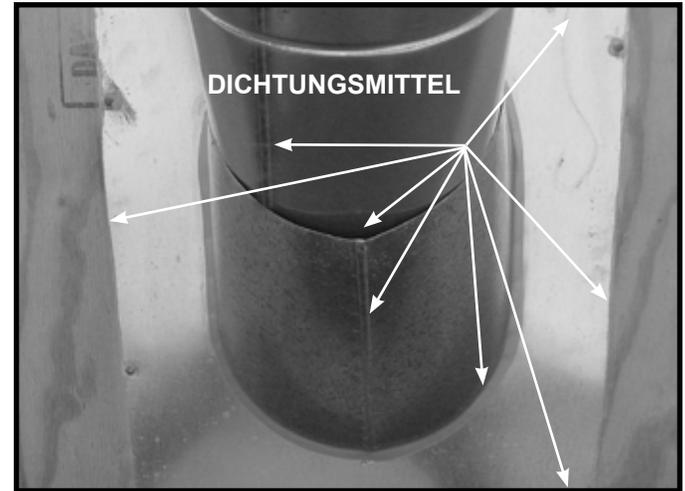

Abbildung 43
- Schieben Sie das Dachblech wie in Abbildung 43 gezeigt über die Rohrelemente, die durch das Dach ragen.
- Dichten Sie die Umfassung des Dachblechs ab, wo es die Dachoberfläche berührt. Siehe Abbildung 43.